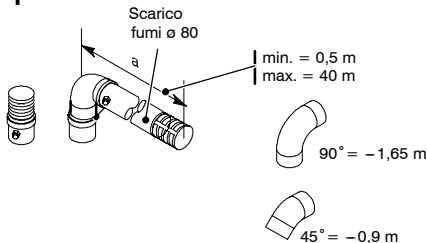

fig. 5.6
**Kit scarico per esterni (fig. 5.6)**